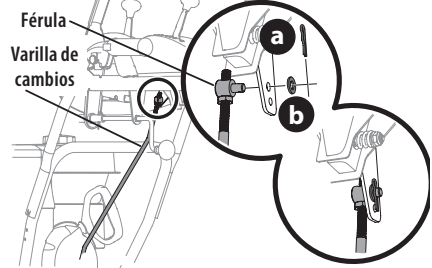

Figura 56
- Extraiga el pasador de chaveta (a) y la arandela (b) de la férula de ajuste de la varilla de cambios y extraígalas de la palanca de cambios (Figura 56).